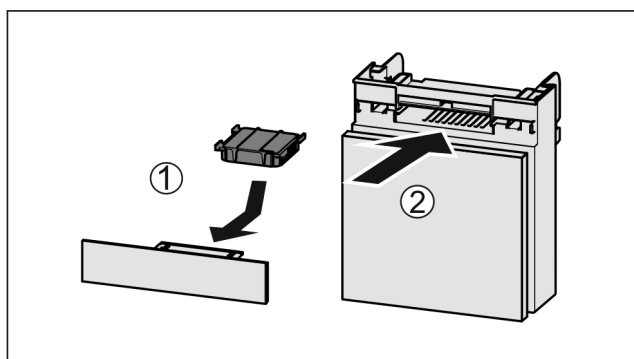

Fig. 103
- ▶ Aktivni ogljeni filter vstavite Fig. 103 (1) skladno s prikazom na sliki.
- ▶ Predal potisnite noter Fig. 103 (2).